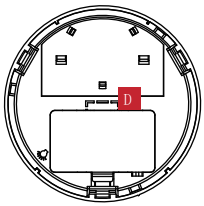

图1.3 NB卡安装示意
- (2) NB卡安装: 在电池仓上方的卡槽中插入NB卡(卡的插入方向见卡座上标识和标识保持一致, 斜边朝上并靠左插入。按压弹出NB卡)(见图1.3 NB卡安装示意)。